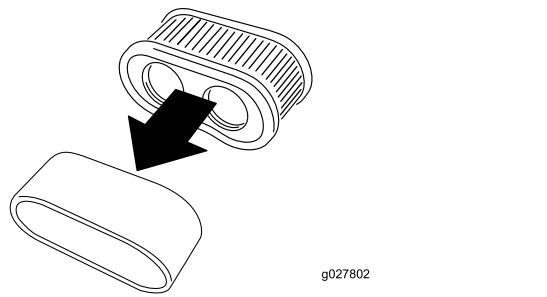

Figura 64
5. Separe el elemento de gomaespuma del elemento de papel (Figura 64).